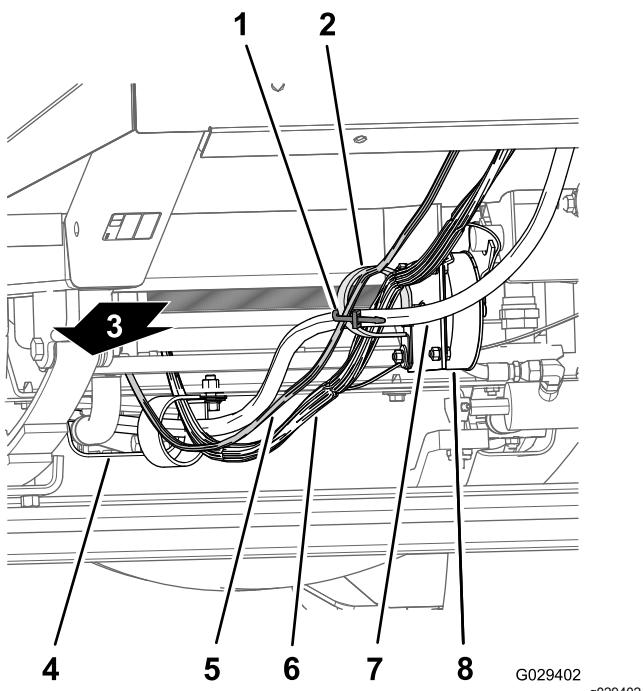
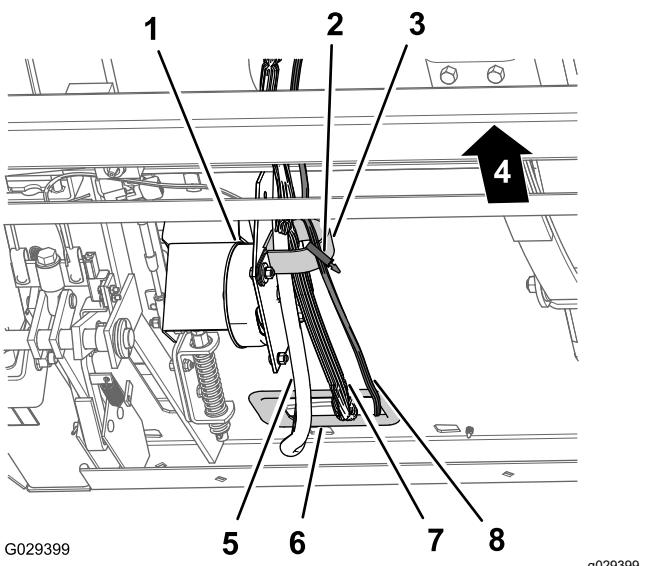

Figura 13
Figura 14
1. Enrute el ramal del salpicadero de 240 cm del arnés de cables a lo largo del arnés de cables y las mangueras de dirección de la máquina (bajo el radiador) a través de la abrazadera en R en la parte inferior del soporte del radiador y a través de la abrazadera en R del serpentín del control de velocidad sobre el terreno (Figura 13 y Figura 14).
2. Enrute el ramal del salpicadero de 240 cm del arnés de cables hasta la abrazadera en R del serpentín de control de velocidad sobre el terreno (Figura 13 y Figura 14).